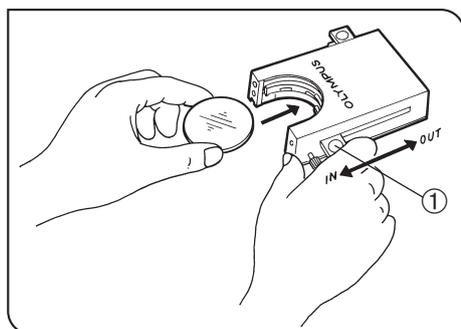

Рис. 14
#### Пользование кассетой для фильтров (рис. 14 - 17)
- 2. Переместите рычаг ① в положение IN. Он должен зафиксироваться с характерным щелчком. (Рис. 14)
- 3. Удерживая рычаг в положении, показанном на рис. 14, поместите фильтр в кассету, вставив его в направлении, показанном стрелкой.